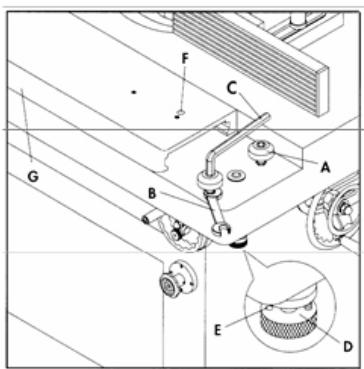

Рис. 3.40
Есть шесть регулируемых эксцентриковых роликов (A) на подвижном столе (Рис. 3.40). При необходимости его движение можно отрегулировать следующим образом:
1. Используйте гаечный ключ (B), чтобы отрегулировать ролики.
2. Зафиксируйте ролики с помощью шестигранного ключа (C).
Для управления подвижным столом (G) Рис. 3.40, вытяните и поверните ручку (D), пока она не останется в выдвинутом состоянии, как показано на рисунке. Затем подвижный стол можно двигать назад и вперед. Чтобы зафиксировать положение подвижного стола, просто поверните ручку (D), пока она не переместится в крайнее верхнее положение, а штифт на другом конце ручки не войдет в отверстие нижней части стола.